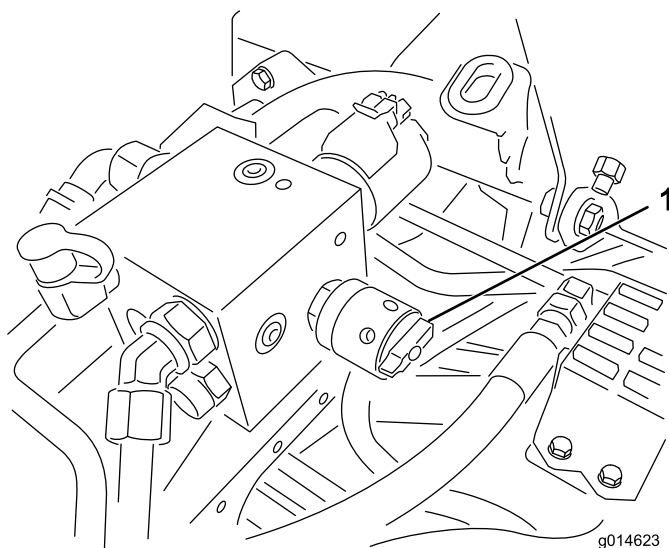

図 53
6. リール速度コントロールを 1 にセットする (図 53)。